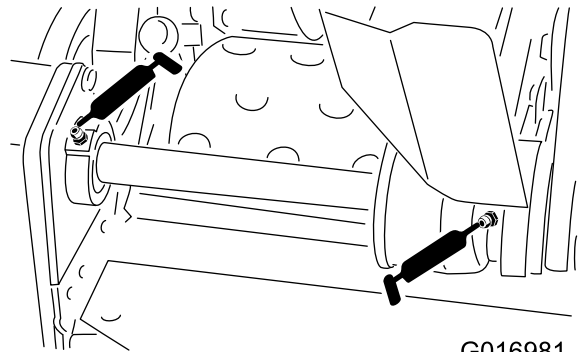

Figura 26
- 2 sui cuscinetti del contralbero del cilindro (Figura 26).